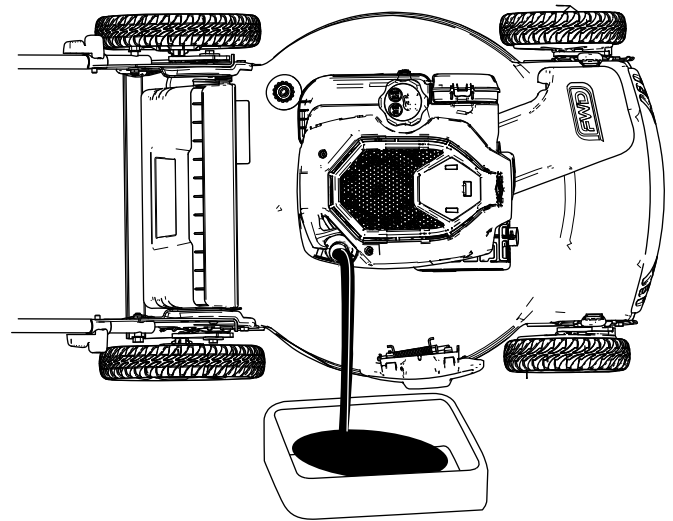

Bild 20
4. Kippen Sie die Maschine seitlich (Luftfilter nach oben), um das Altöl aus dem Öleinfüllstutzen abzulassen (Bild 20).